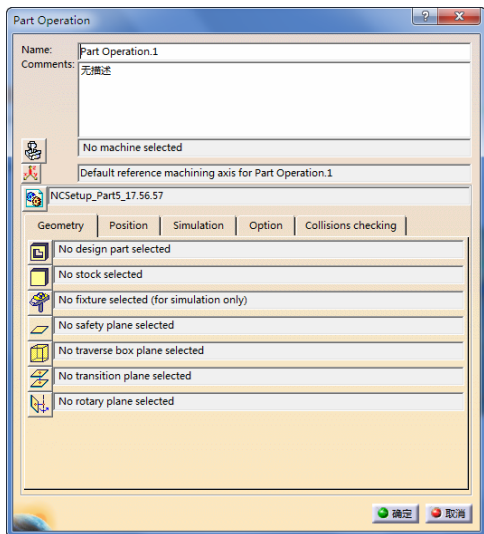

图 6-88 “Part Operation”对话框（2）
1) 在特征树上双击“Part Operation.1”节点，弹出“Part Operation”对话框（2），如图 6-88 所示。